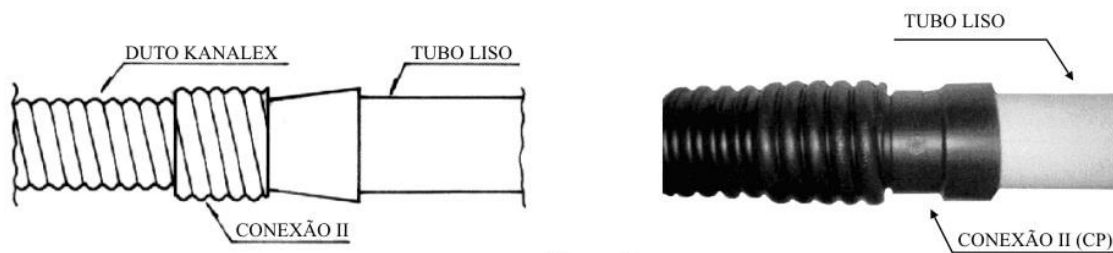

Figura 28
- b) Roscar totalmente la conexión II (CP) en el ducto corrugado e introducir el tubo liso en la otra extremidad (Figura 28).